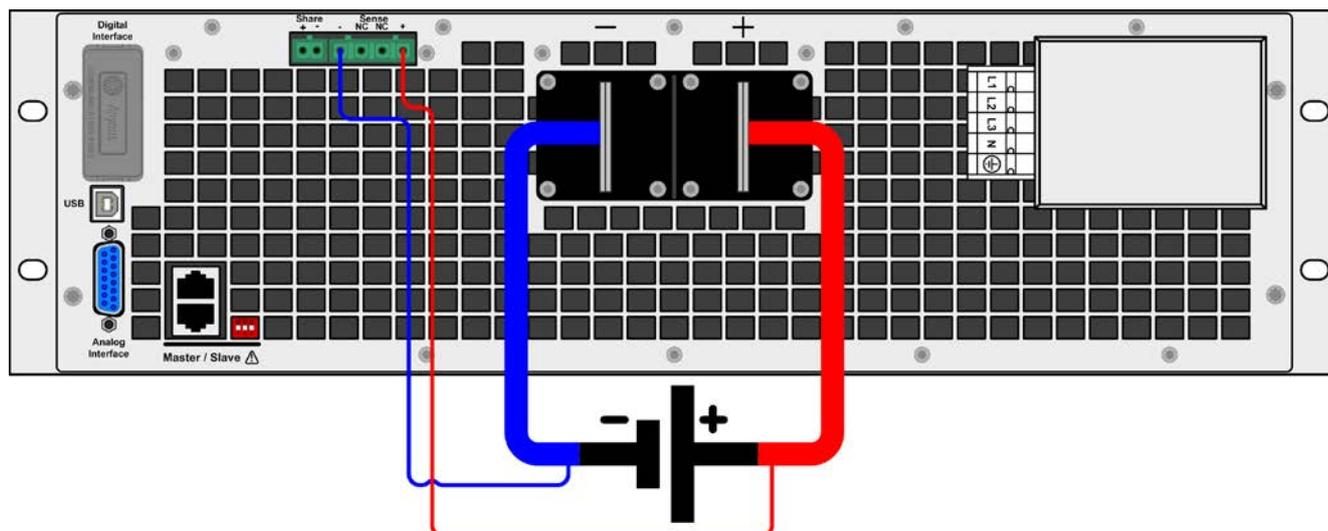

Figure 12 - Exemple de câblage pour la mesure à distance
- La mesure à distance est uniquement active en tension constante (CV) et pour les autres modes de régulation l'entrée sense doit être déconnectée si possible, car elle cause généralement une augmentation des oscillations.
- Le câble + sense doit être relié au + de la source et - sense au - de la source, sinon l'entrée Sense peut être endommagée. Par exemple voir Figure 12 ci-dessous.